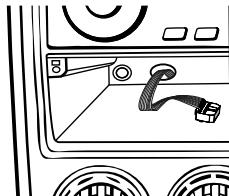

Рис. 18
**Вариант 1.** Проделайте отверстие на задней стенке ящика, по размеру разъема на шлейфе, вырвите шлейф через отверстие. См. рис. 18.